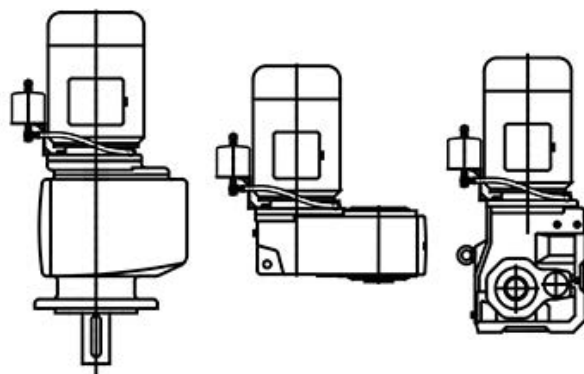

Figura 18: posizione del serbatoio di espansione dell'olio
Il serbatoio di espansione dell'olio deve essere montato in posizione verticale con il tubo di collegamento rivolto verso il basso e la vite di sfiato in alto. Il serbatoio deve essere montato nella posizione più alta possibile. L'immagine Figura 18 mostra alcune posizioni consigliate per il serbatoio di espansione dell'olio. Si tenga presente che la forma costruttiva M4 con morsettiera in posizione 2 non consente il montaggio di un serbatoio di espansione dell'olio.
2. Montare il serbatoio di espansione dell'olio come illustrato in Figura 18. Posizionarlo in modo che sia parallelo all'albero motore.